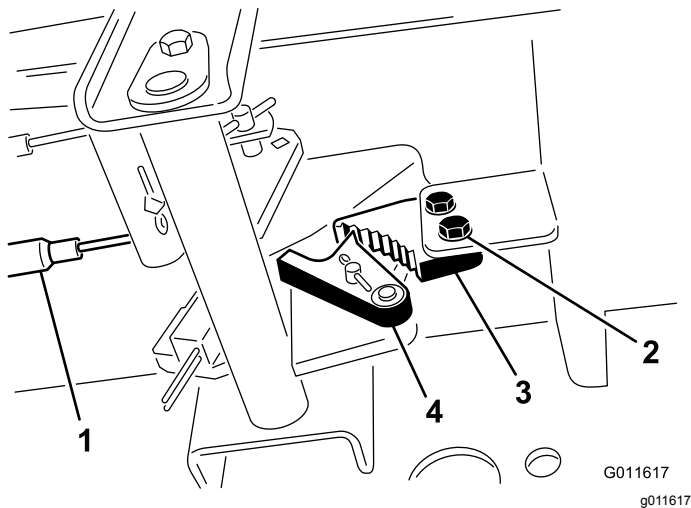

Figure 88
1. Desserrez les 2 vis qui fixent le cliquet du frein de stationnement au cadre (Figure 88).
2. Appuyez sur l'avant de la pédale du frein de stationnement jusqu'à ce que le verrou s'engage complètement sur le cliquet du frein (Figure 88).